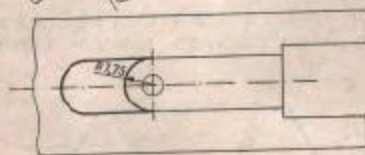
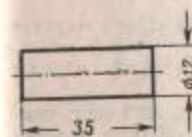
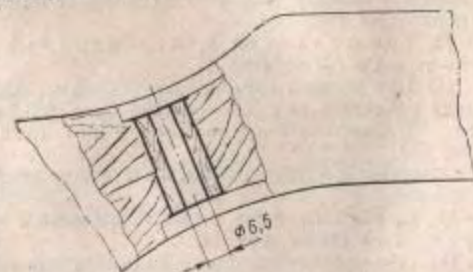

Рис. 85. Рассверловка отверстия в ложе для пробки
Рис. 86. Защиповка пробки
Рис. 87. Поставовка и обработка пробки
(1) При несоответствии отверстий в ложе с отверстиями затворной и спусковой коробок рассверлить в ложе отверстие для пробки (рис. 85), изготовить пробку (рис. 86), поставить ее на клею в гнездо, обработать концы пробки заподлицо и высверлить отверстие при сборке через отверстия в хвостовиках затворной и спусковой коробок (рис. 87).